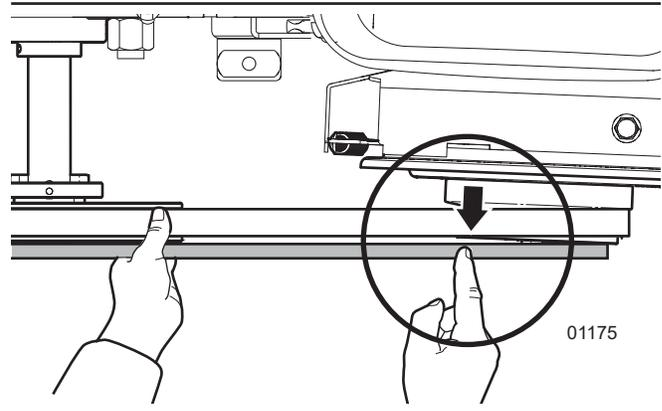

Figure 28 – Alignez l'embrayage du moteur
- Si le bord du volant de l'embrayage du moteur n'est pas parallèle (est en biais) à la règle, alignez l'embrayage du moteur. Consultez la *Figure 28* à la page 45.